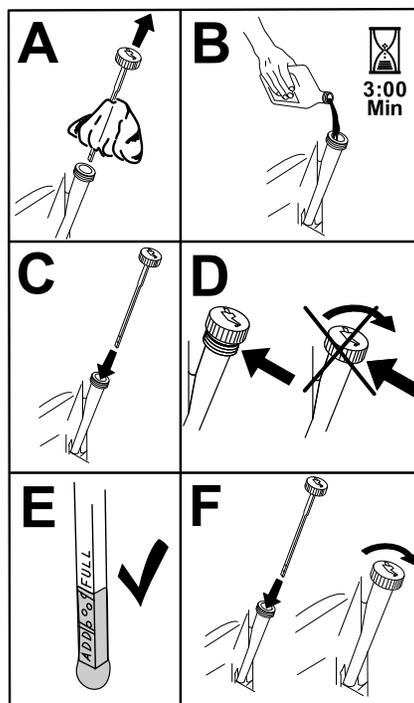

Рисунок 33
8. Медленно залейте приблизительно 80% масла указанного типа в заливную горловину и затем медленно добавляйте масло, чтобы довести его уровень до отметки **Full** (Полный) (Рисунок 33).